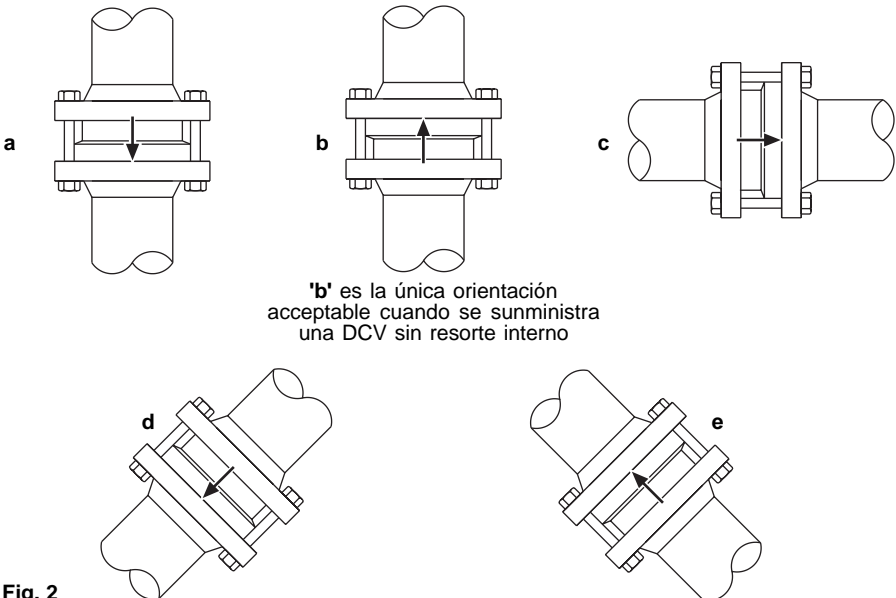

Fig. 2
- 3.5.** La válvula de retención de disco están diseñadas para intercalar entre 2 bridas (ver Fig. 2). Usar juntas estándar en ambos lados de la válvula junto con tornillos o esparragos largos.
- 3.6.** Las DCV1, DCV2 y DCV3 pueden instalarse en cualquier plano con la dirección del flujo en el sentido que indica la flecha. Cuando se montan con resorte pueden montarse en cualquier posición. Cuando se suministran sin resorte, deben montarse en tuberías verticales con el flujo ascendente (ver Fig.2).